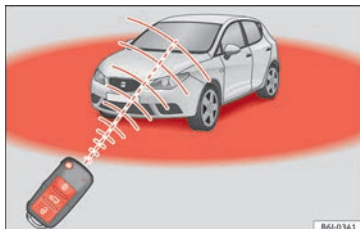

Fig. 85 Radio de acción del mando a distancia por radiofrecuencia.
- El mando a distancia por radiofrecuencia funciona únicamente dentro de su radio de acción » **fig. 85**.